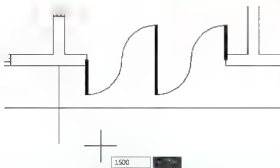

图 2.101 光标向下拖动并输入“1500”
⑤ 在指定下一个点或 [圆弧(A)/半宽(H)/长度(L)/放弃(U)/宽度(W)]: 提示下, 将光标垂直向下拖动, 输入“1500”后按 Enter 键, 如图 2.101 所示。